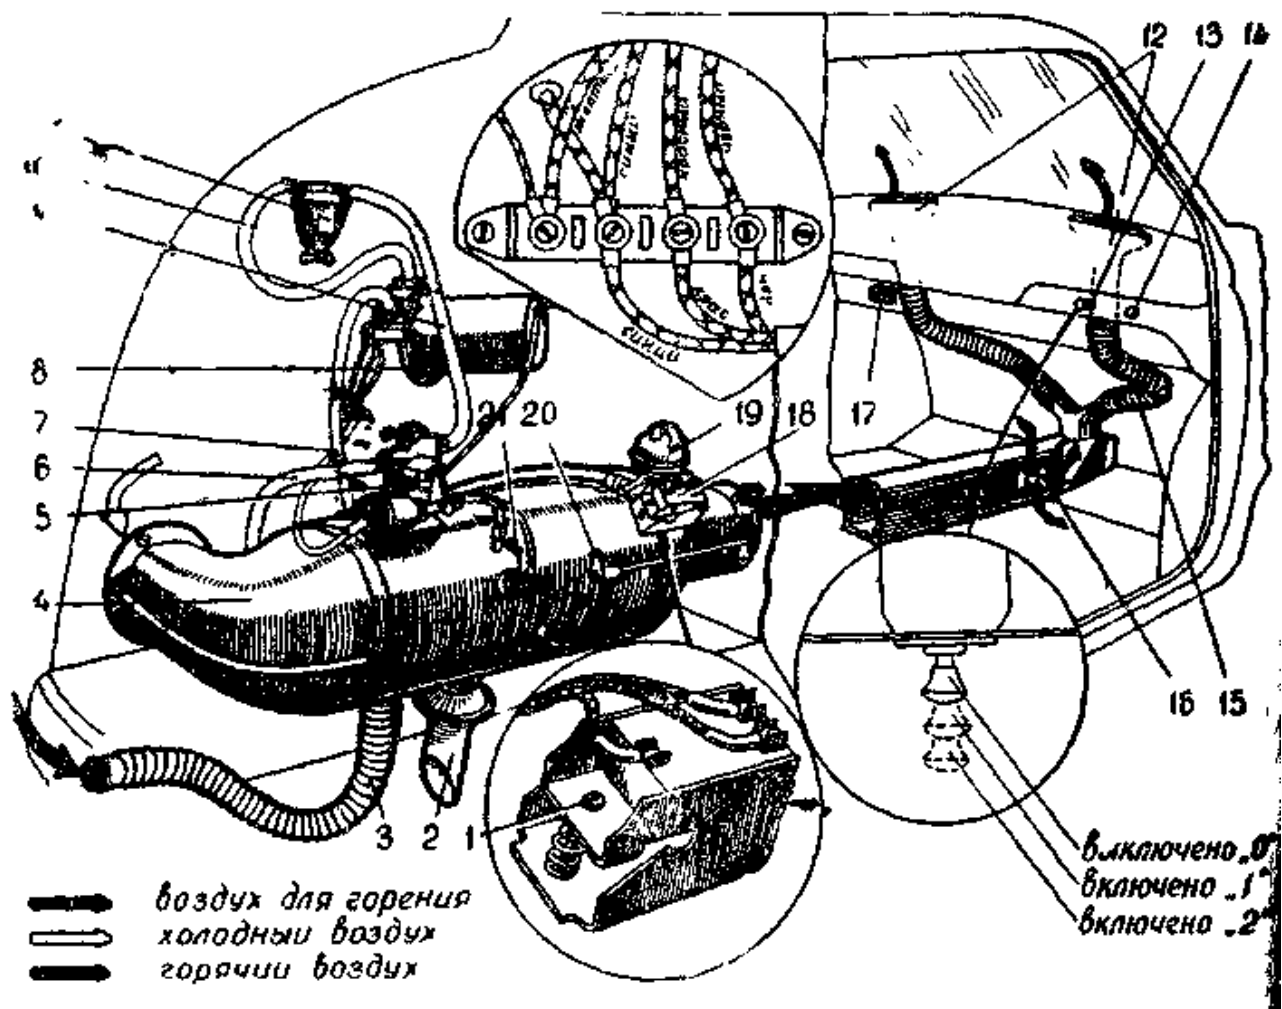

Рис. 93. Отопительная установка:
Автомобиль имеет воздушную систему отопления, которая состоит из отопительной установки (рис. 93) и воздухопроводов, обеспечивающих подвод свежего воздуха в отопитель и подачу нагретого воздуха в обогреваемое пространство.
1. Потянуть кнопку 13 (рис. 93) переключателя на себя до первого щелчка.
Внутри заднего коллектора размещена заслонка 10, служащая для перекрытия канала горловины коллектора при предпусковом подогреве двигателя. Управление заслонкой осуществляется вручную с помощью рукоятки 20 (рис. 93) с тягой, размещенной на кожухе отопителя.
Питание отопителя бензином осуществляется электробензонасосом (см. рис. 93). Электробензонасос засасывает бензин из центральной магистрали питания двигателя через тройник, закрепленный под правым полчком моторного отсека, и подает его через отстойник в бензопровод 9, откуда бензин поступает в регулятор расхода бензина.
Ручной переключатель типа П-300 смонтирован на панели приборов и служит для включения и выключения отопительной установки. Он имеет три положения кнопки включения (см. рис. 93):